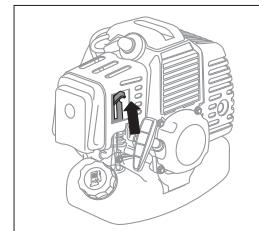

fig. 9
4. Den Drosselklügelhebel in die obere Position bringen - || "Geschlossen" (Abb. 9).
7. Den Chokehebel (Abb. 9) zur mittleren Position bringen.